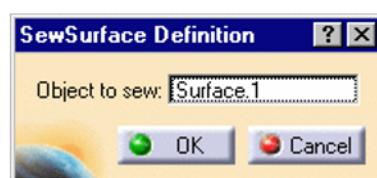
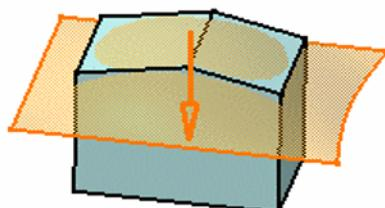

Fig.42. Dialogul SewSurface Definition
Fig.43. Partea din material ce va fi pastrata
- Se selecteaza optiunea **Sew**, ceea ce are ca efect afisarea dialogului **Sew Surface Definition** (fig.42) indicând obiectul ce va fi "cusut"; o sageata indica partea din material care va fi pastrata (fig.43).